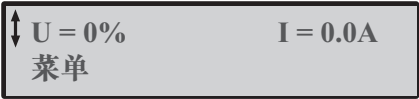
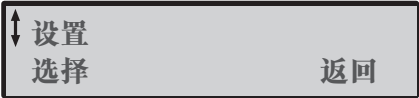

图 3：菜单
图 4：“设置”菜单
2. 软起动器 菜单（如图 3）。按左边的选择键进入该菜单（如图 4）。